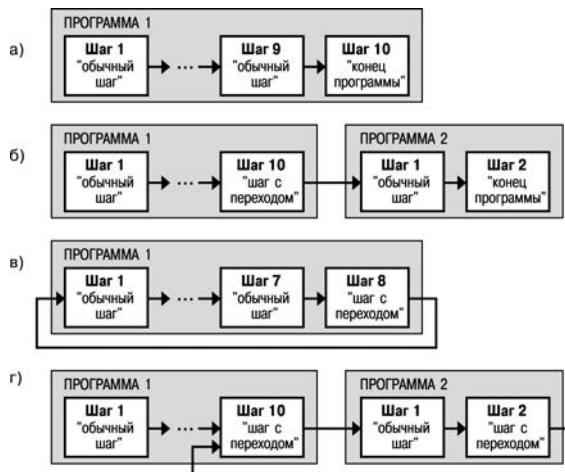

Рисунок 3.3 – Примеры Программ, которые можно реализовать с помощью различных типов Шагов:
- Программу, состоящую более чем из 10 Шагов (рисунок 3.3, б, г);
- Программу, работающую по бесконечному циклу (рисунок 3.3, в, г).
Нециклическая Программа в TPM151-03 (рисунок 3.3, а, б) состоит из последовательности «обычных шагов» и «шагов с переходом», которая заканчивается Шагом типа «конец программы».